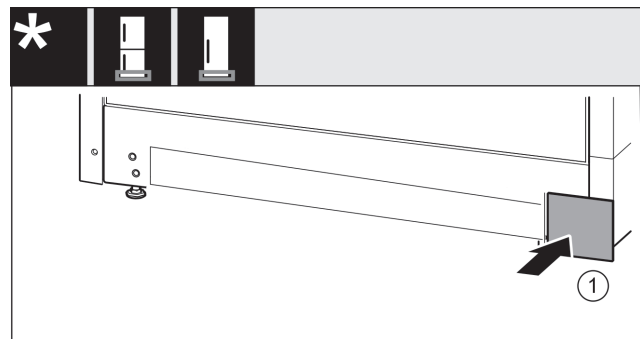

Fig. 35
- Remettre en place le cache de l'autre côté. Fig. 35 (1)